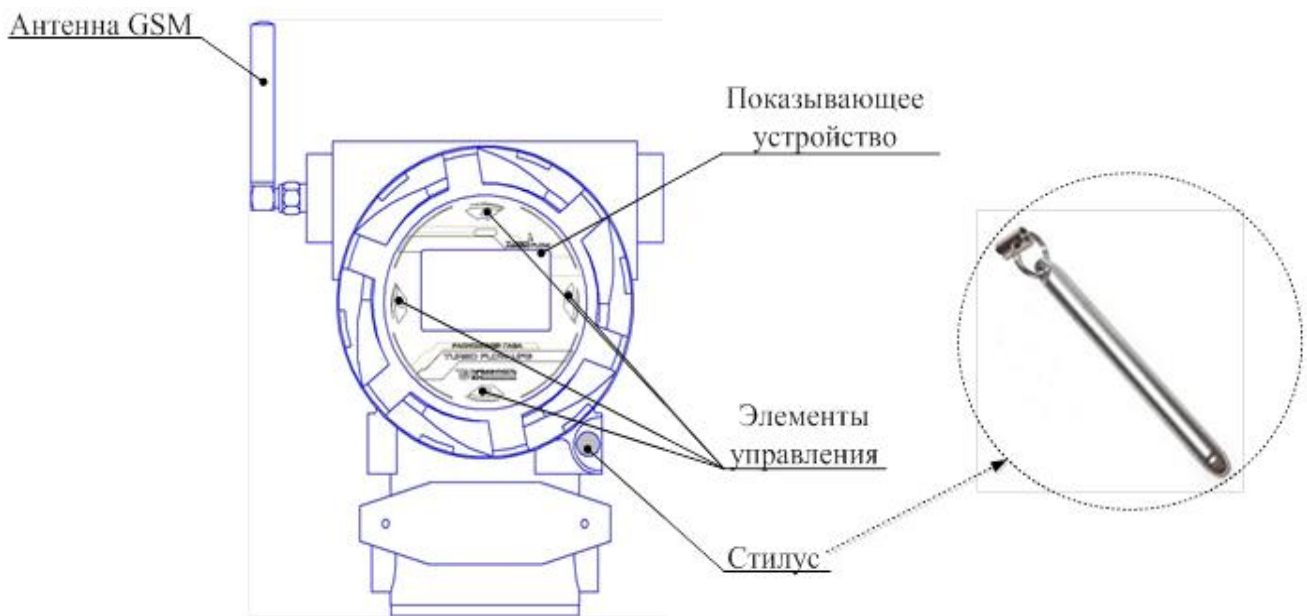

Рисунок 3
2.4.7 Если после монтажа расходомера (рисунок 3) оказалось, что расположение ЭБ затрудняет чтение показаний с индикатора, есть возможность повернуть ЭБ в пределах  $350^\circ$ .
2.5.3.4 Контроль работы уровнемера взрывозащищенного исполнения Exd (приложение В, рисунок В.2) осуществляется при помощи показывающего устройства, элементов управления и стилуса (рисунок 3). В качестве показывающего устройства используется жидкокристаллический индикатор (ЖКИ).